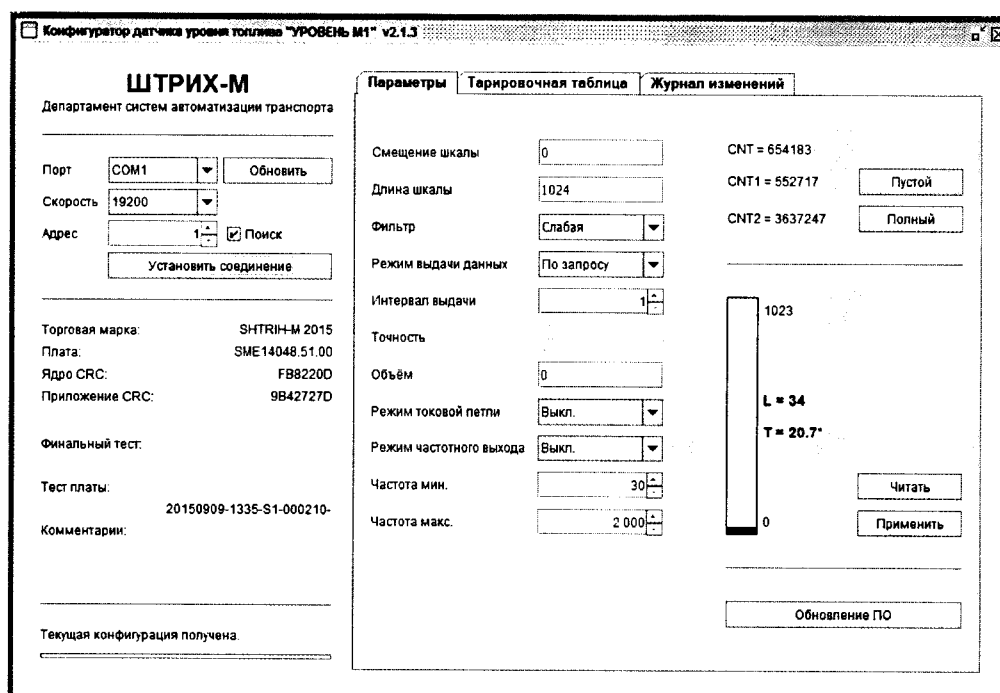

Рисунок 2 – окно программы «Конфигуратор датчика уровня топлива УРОВЕНЬ М1»
– Запустить программу «Конфигуратор датчика уровня топлива УРОВЕНЬ М1», нажать кнопку «Обновить», выбрать нужный СОМ-порт, задать скорость обмена данными (по умолчанию установлено значение скорости обмена 19200 бит/с) и нажать кнопку «Установить соединение». Если датчик успешно найден, отображается примерное содержание (рисунок 2).